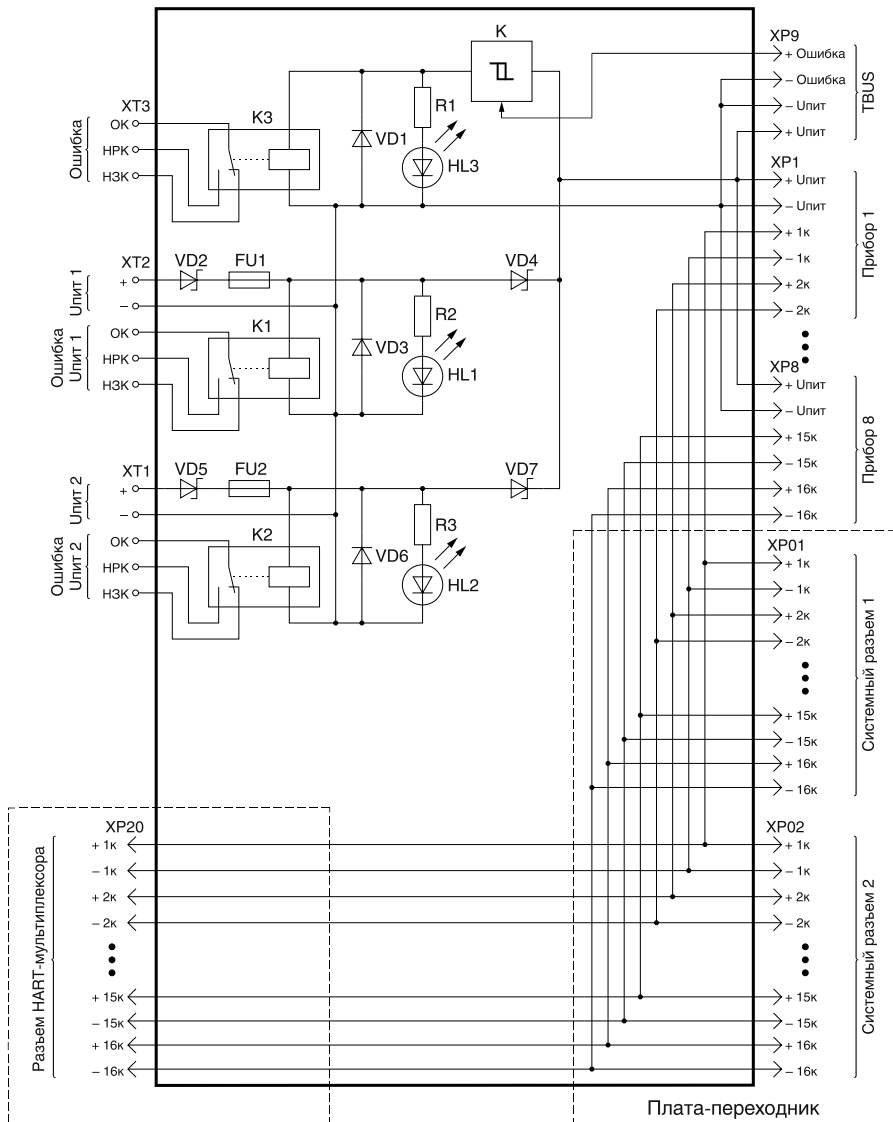

Рисунок 1 — Функциональная схема шестнадцатиканальной платы для восьми приборов
5.7 Платы содержат следующие однотипные функциональные элементы и узлы (см. рисунок 1):